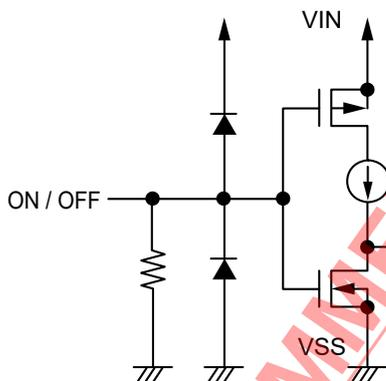

图17
ON / OFF端子的结构如图17、18所示。S-1137系列A / C型产品的ON / OFF端子处于浮动状态时，在内部会被下拉至VSS端子，因此VOUT端子会变为 V_{SS} 电位。另外，S-1137B / D型产品的ON / OFF端子在内部不会被下拉，因此请不要在浮动状态下使用。S-1137系列B / D型产品不使用ON / OFF端子时，请连接到VIN端子上。
*1. 将ON / OFF端子连接到VIN端子上进行工作时，S-1137系列A / C型产品的消耗电流中会多出从下拉电阻中流入的电流，务请注意（请参阅图17）。